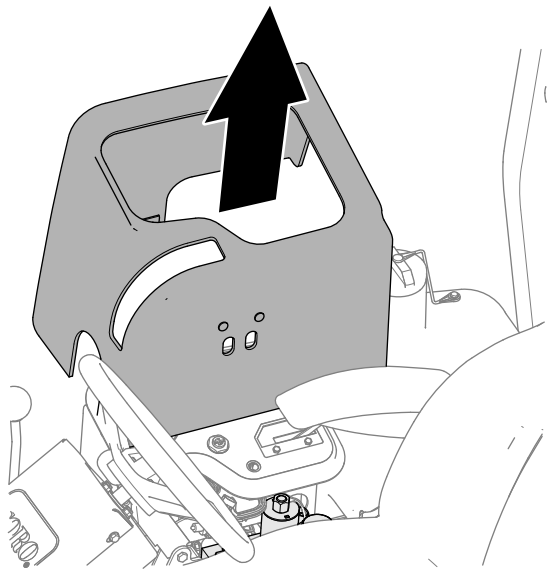

Figura 93
3. Ridicați capacul consolei montat magnetic (Figura 93) pentru a avea acces la colectorul mâinii.